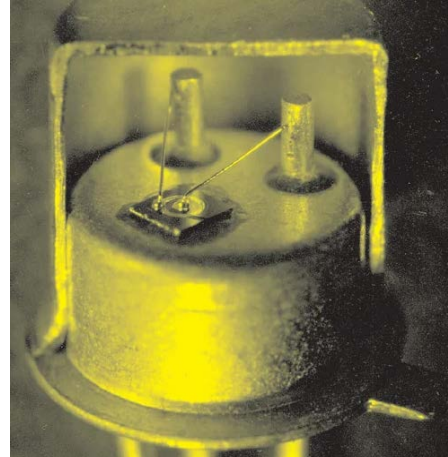

Figura 3. Modelo recortado del primer transistor planar comercial de Fairchild, 2N1613, comercializado en abril de 1960
- Invención del **Circuito Integrado Monolítico (MIC)**: Durante 1957 y 1958, en Fairchild se cortaban los transistores en pequeñas piezas y cientos de personas los conectaban al encapsulado mediante cables utilizando pinzas (Figura 3). Pero tras el éxito del proceso planar de Hoerni, Robert Noyce valoró la posibilidad de **evaporar** pequeñas **líneas de metal** encima de la capa de  $\text{SiO}_2$  prescindiendo de los cables, lo que permitiría realizar todas las interconexiones y conexiones necesarias en un único proceso de fabricación. Esta opción sería extensible a colocar dos transistores distintos en una sola pieza de silicio y conectarlos con las líneas metálicas evaporadas de aluminio o, incluso, conectar otros componentes del circuito, como resistencias y condensadores en la misma pieza de semiconductor (Figura 4, parte inferior).